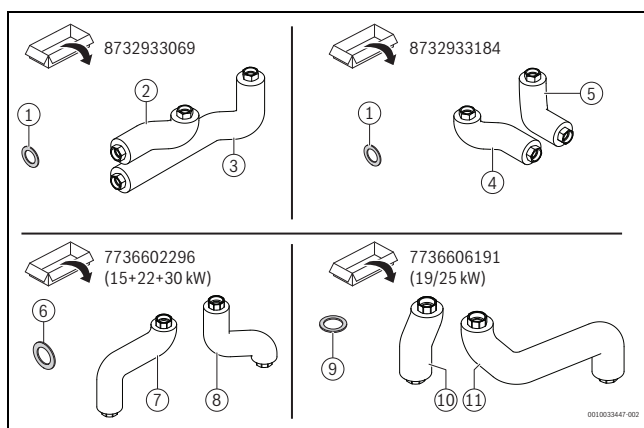

Bild 3 Optionale Rohrgruppen
Die Rohrgruppe HF-Set HYC25 als zentrale hydraulische Komponente ermöglicht in Verbindung mit weiteren optionalen Rohrgruppen (→ Bild 3) den Anschluss einer Wärmepumpen-Außeneinheit an einen konventionellen bodenstehenden Wärmeerzeuger.
- Rohrgruppe zur seitlichen Anbindung der Wärmepumpe (links, rechts oder nach hinten), je nach Installationsvariante; →Bild 3, [1 – 5]).
- Rohrgruppe zum Anschluss der Heizkreis-Sets (→Bild 3, [6 – 11]).